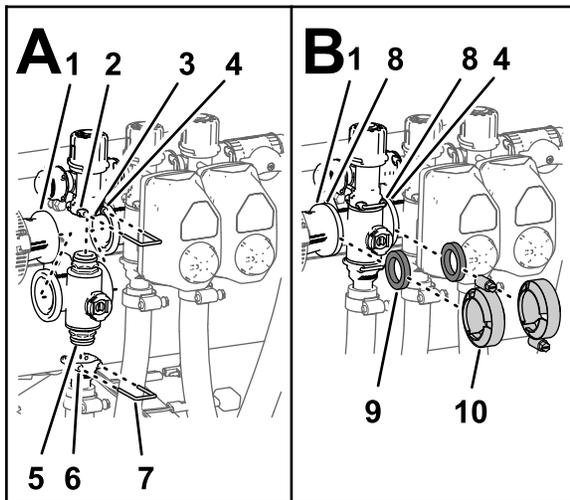

Figura 84
- Inserte el acoplamiento de extremo superior de la válvula de distribuidor en el acoplamiento de desvío (Figura 84 A).
- Sujete el acoplamiento de extremo al acoplamiento de salida insertando un dispositivo de sujeción en el alojamiento del acoplamiento de salida (Figura 84 A).
- Alinee una junta entre las bridas del racor reductor y el distribuidor de la válvula de sección (Figura 84 B).
- Monte el racor reductor, la junta y el distribuidor de la válvula de sección con una abrazadera y apriete a mano (Figura 84 B).
- Para instalar las dos válvulas de sección de la izquierda, alinee una junta entre las bridas de los 2 distribuidores de válvula de sección adyacentes (Figura 84 B).
- Sujete los 2 distribuidores de válvula de sección adyacentes y la junta con una abrazadera y apriete a mano (Figura 84 B).
- Sujete el acoplamiento de extremo al acoplamiento de desvío insertando un dispositivo de sujeción en el alojamiento del acoplamiento de desvío (Figura 84 A).
- Monte el acoplamiento de salida en el acoplamiento de extremo inferior de la válvula del distribuidor (Figura 84 A).